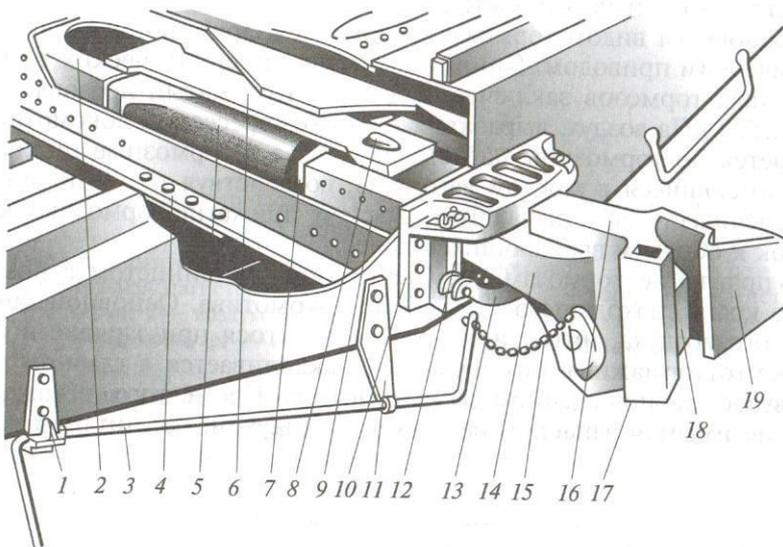

Рисунок 3.2 Автоматическая сцепка вагона
2. Нарисовать и написать название элементов автоматической сцепки вагона рисунок 3.2